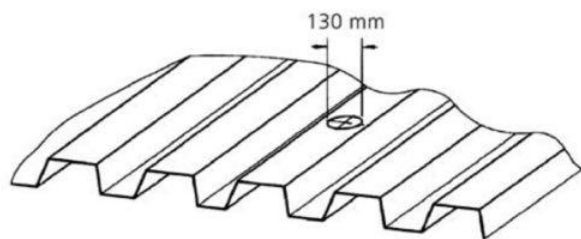

Figura 6.17: Gaura în acoperiș (130 mm)
2. Faceți o gaură în acoperiș, care are să aibă diametru de 130 mm (a se vedea figura 6.17). Dacă suprafața acoperișului este realizată din tablă ondulată, atunci gaura trebuie făcută în partea de sus a profilului.
3. Se determină grosimea stratului de izolație. Având la dispoziție plăcile de izolație (PS) 560mm x 560 mm, este posibil să se schimbe grosimea izolației de la 70 mm până la un maxim de 130 mm, în trepte de 10 mm. Așezați izolația necesară deasupra orificiului.